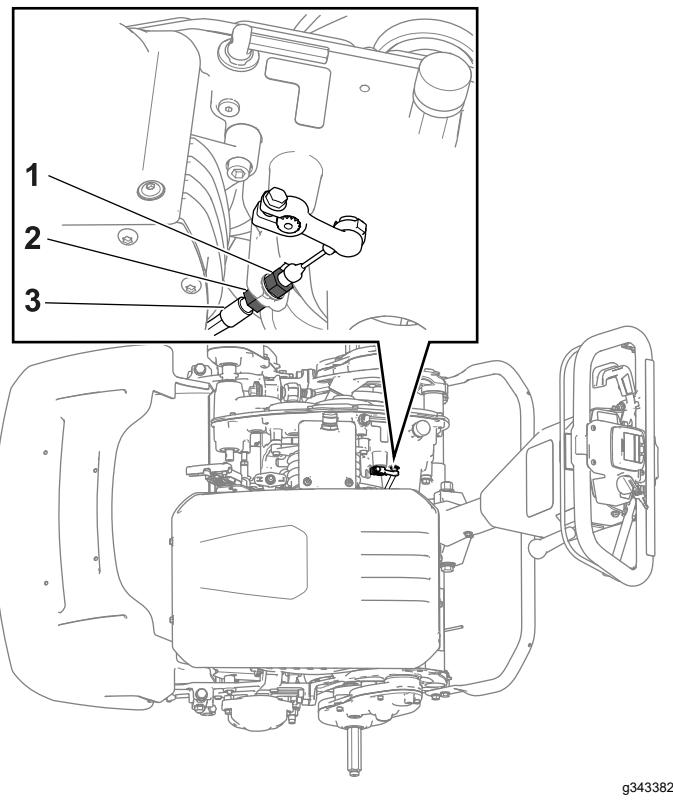

Figura 39
- Para aumentar a tensão do cabo, desaperte a porca de retenção frontal do cabo e aperte a porca de retenção traseira (Figura 39). Repita o passo 2 e ajuste a tensão, se necessário.
de retenção frontal (Figura 39). Repita o passo 2 e ajuste a tensão, se necessário.